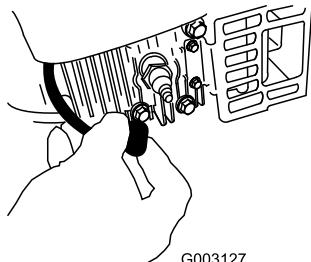

Figura 34
- Staccate il cappellotto dalla candela (Figura 34) prima di eseguire interventi di manutenzione.